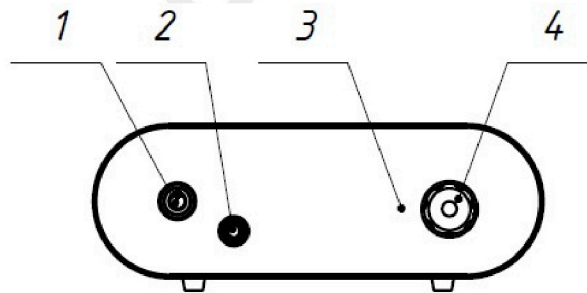
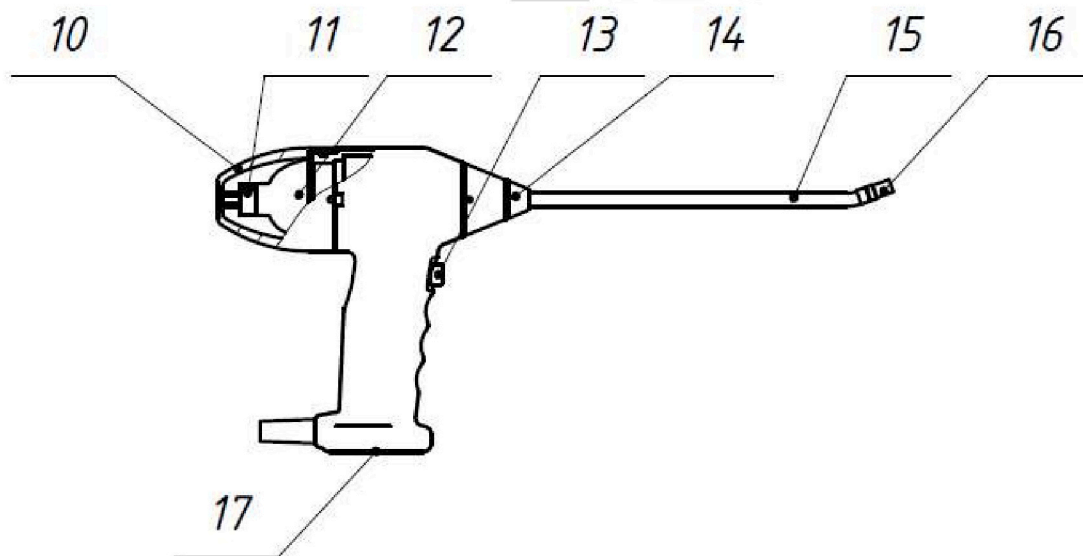

Рис.5. Лицевая панель блока ИК коагулятора.
Рис. 7. Ручной аппликатор.
2. Установить лампу (рис.7, поз.12) в ручной аппликатор. Подключить с помощью патрона (рис.7, поз.11) и закрыть крышкой (рис.7, поз.10).
3. Установить световод (рис.7, поз.15) в ручной аппликатор и закрепить с помощью фиксирующей гайки (рис.7, поз.14).
4. Накрутить наконечник (рис.7, поз.16) на световод.
5. Подключить кабель ручного аппликатора к разъёму на лицевой панели блока ИК коагулятора (рис.5, поз.2).
Непосредственно перед использованием инфракрасного коагулятора включить прибор кнопкой на лицевой панели блока ИК коагулятора (рис.5, поз.1). При этом должна загореться индикация на кнопке. Выставить длительность импульса с помощью ручки на лицевой панели (рис.5, поз.4). После этого разместить контактную площадку наконечника на участке ткани, который требует коагуляции. Контактная площадка должна размещаться на ткани всей поверхностью, без зазоров. Нажать и удерживать кнопку включения излучения на ручном аппликаторе (рис.7, поз.13) до автоматического отключения излучения после окончания установленного времени импульса. Должна загореться лампа индикации излучения на лицевой панели блока ИК коагулятора (рис.5, поз.3). При этом необходимо удерживать контактную площадку наконечника плотно на ткани, избегая возникновения зазоров между контактной площадкой и тканью. Если излучение не происходит, необходимо заменить лампу в ручном аппликаторе.
Для удобства хранения ручного аппликатора между манипуляциями на нижней стороне рукоятки ручного аппликатора имеется магнитная площадка (рис.7, поз.17), позволяющая устанавливать аппликатор на любую стальную поверхность или на держатель. Для лёгкого снятия ручного аппликатора со стальной поверхности или держателя необходимо отклонить аппликатор вперёд/назад или влево/вправо.